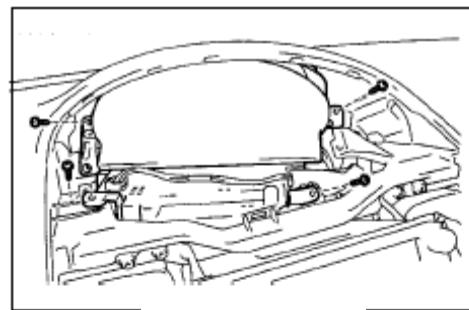

Рис. 531
- а. Открутите 4 винта (рис. 531)